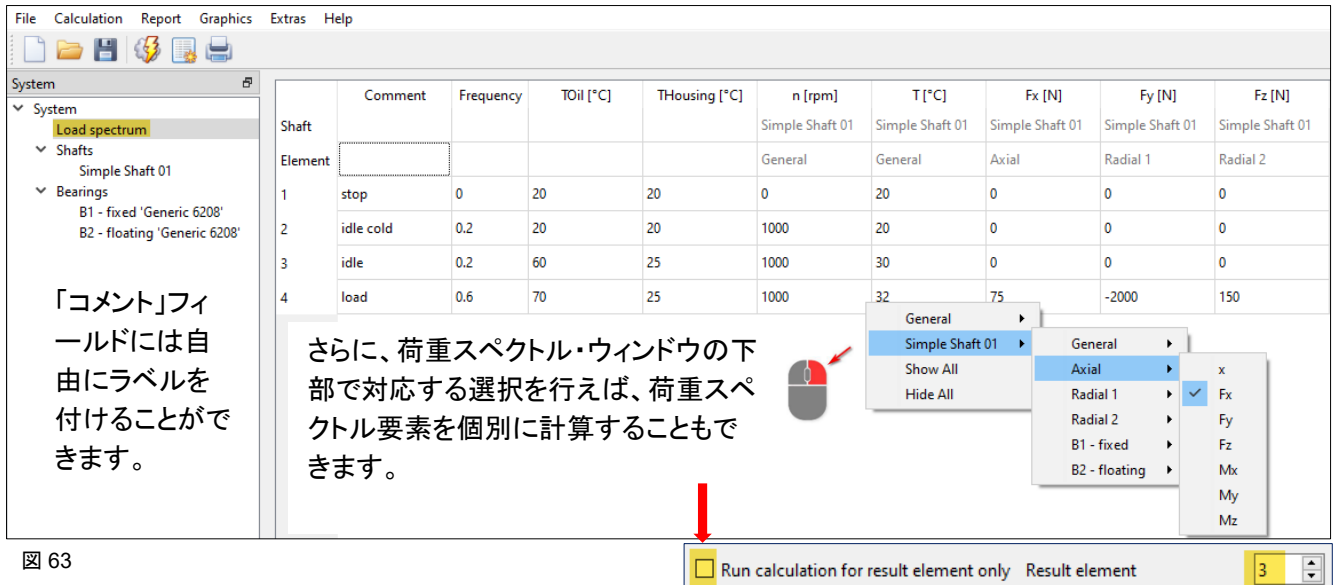

図 63
この設定では、以下の図 63 に示すように、コンテキストメニューから変数パラメータをテーブルにロードし、値を割り当てることができます：
- ➡ 図 63 の内容に従って荷重スペクトルを入力する。